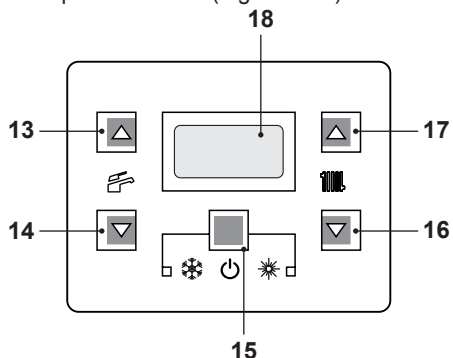
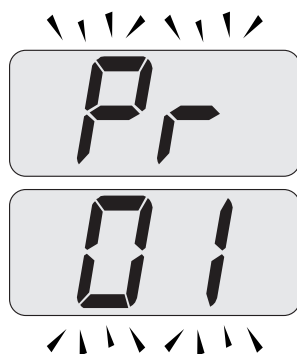

Figura 9.24
Figura 9.25
- Entrare in "modalità programmazione" premendo contemporaneamente per 10 secondi i tasti 15 - 16 - 17 (Figura 9.24) fino a far apparire sul display LCD le lettere **Pr** che si alternano con il codice **01** indicanti l'entrata nel "parametro 01" (Figura 9.25).
- Premere contemporaneamente i tasti 15 e 17 (Figura 9.24) fino a far apparire sul display LCD il valore del parametro 01 (Figura 9.26) (53=M261.1616SV/M o 54=M261.2025SV/M).
- Premendo contemporaneamente i tasti 15 e 16 (Figura 9.24) si esce senza modificare il valore (ritorno alla lista parametri Figura 9.25)
- Premendo contemporaneamente per 10 secondi i tasti 15 - 16 - 17 (Figura 9.24) si esce dalla "modalità programmazione".